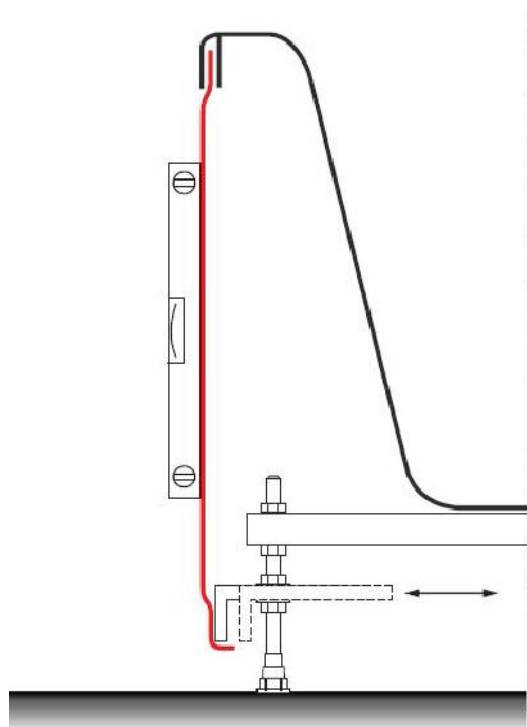

Рис.8
- Отрегулируйте положение кронштейна таким образом, чтобы панель располагалась строго вертикально (рис. 8), проверьте положение панели с помощью уровня.